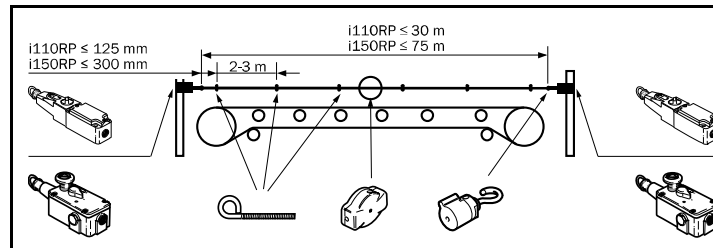

Abb. 2: Beispiel der Seilführung und Anordnung der Einzelteile.
**2.2 Seilführung und Anordnung der Einzelteile (Abb. 2)**